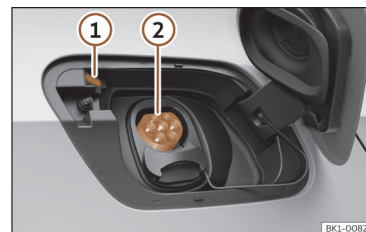

Fig. 17 Por trás da tampa de carregamento da bateria na parte traseira direita: Tomada de carregamento.
>>> Fig. 17
- Com o veículo destrancado, ao pressionar a tampa de carregamento da bateria esta abre-se >>> Fig. 17.
O LED (indicador do processo de carregamento) da tomada de carregamento pisca e emite cintilações brancas >>> Fig. 17 ① >>> Página 21.